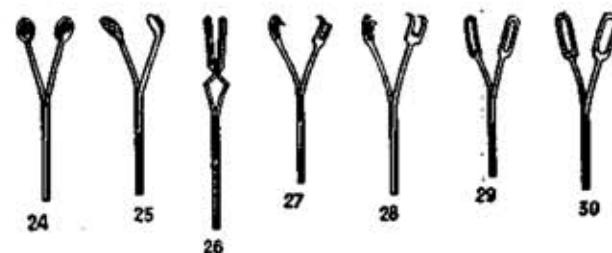

Рис. 3. Наконечники:
5.6. Наконечники. В приборе имеются семь различных по форме и размерам наконечников к щипцам для взрослых (рис. 3) и два сменных наконечника с проводниками к щипцам для детей: окончательный и «когти». Наконечник и проводник в них неразъемны.